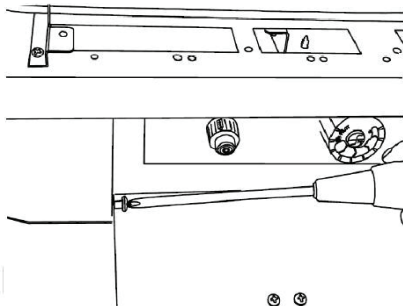

Figura 32 - Panel de control de la puerta
16. Retire los tornillos que aseguran la puerta del panel de control (consulte la Figura 32).